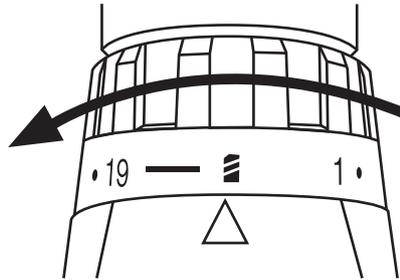

Abb. 10
2. Drehen Sie die Drehmomentvorwahl (3) solange, bis die Pfeilmarkierung auf das Bohrsymbol  gerichtet ist (Abb. 10).